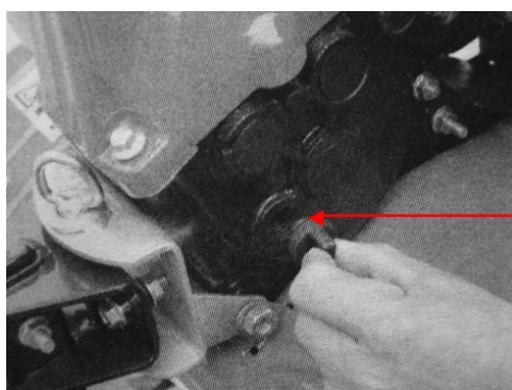

Figure 4
- Placer la motobineuse sur une surface horizontale et dévisser le bouchon (voir Fig.4). Il est recommandé d'ajouter un lubrifiant approprié à la boîte de vitesses toutes les 50 heures.